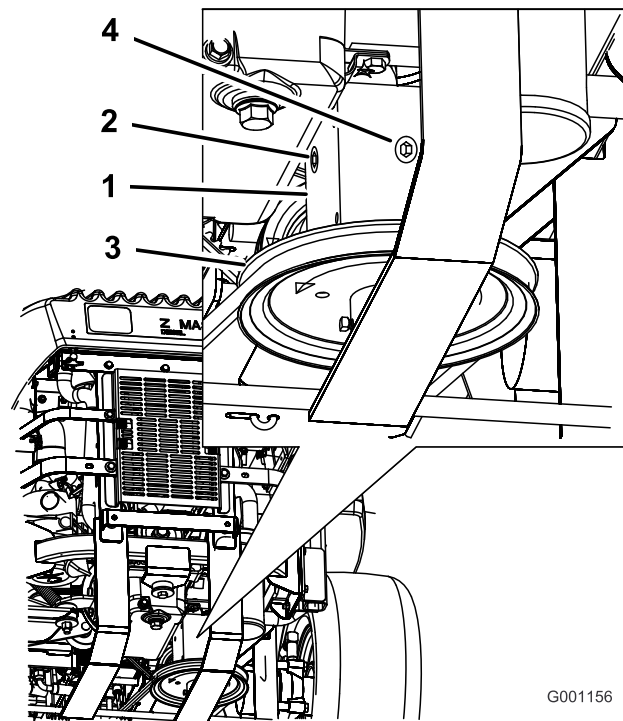

Figure 67
4. Enlevez le bouchon latéral ou arrière du boîtier d'engrenages (Figure 67).